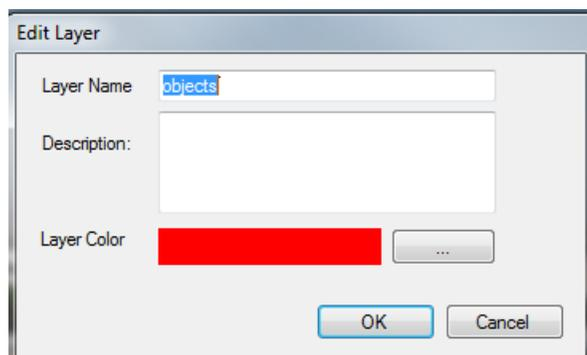

图 71: 层属性窗口
- 属性 - 显示“层属性”窗口，包含层名称、说明和颜色，并允许编辑那些属性（图 71）。